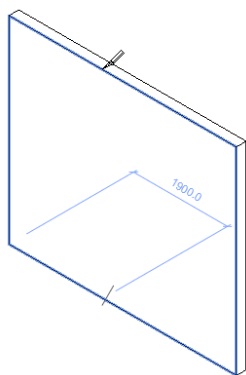

图 2-82 选择拆分位置
(2) 在选项栏中输入“连接间隙”值。
(3) 在图元上要拆分的位置处单击, 如图 2-82 所示。